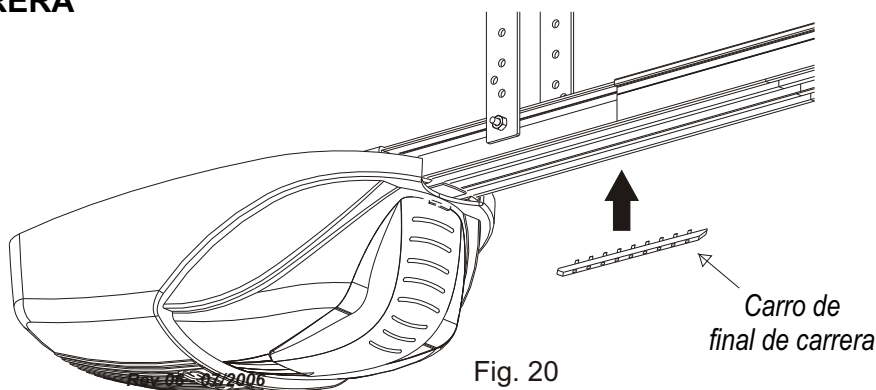
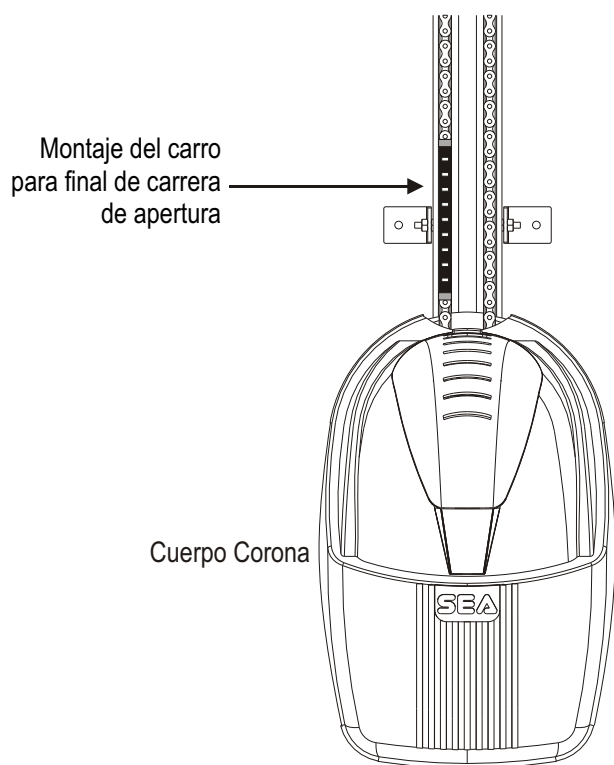
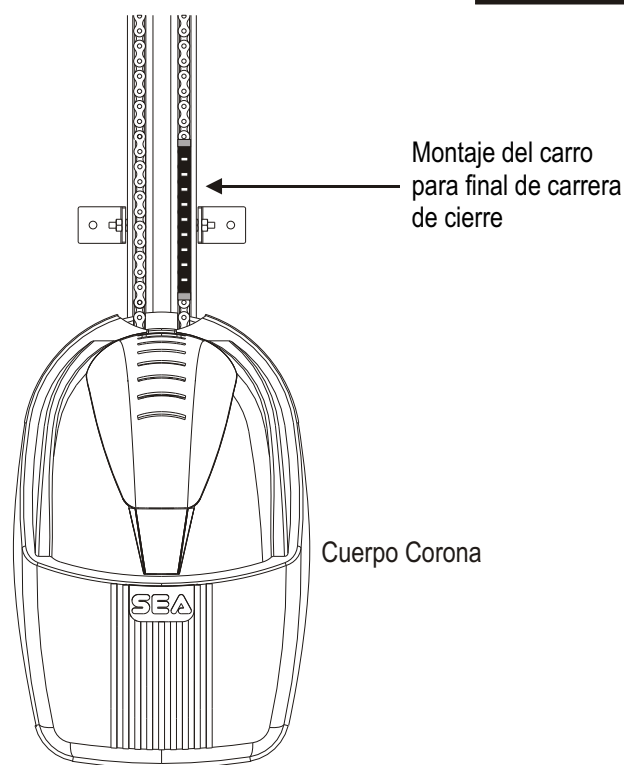

Fig. 20
Fig. 21a
Fig. 21b
- Fije el carro de final de carrera (Fig. 20) lo más cerca posible del cuerpo del Corona, cerca de la rueda del interruptor, tal y como muestra la Fig. 21a
- Fije el carro de final de carrera (Fig. 20) lo más cerca posible del cuerpo del Corona, cerca de la rueda del interruptor, tal y como muestra la Fig. 21b